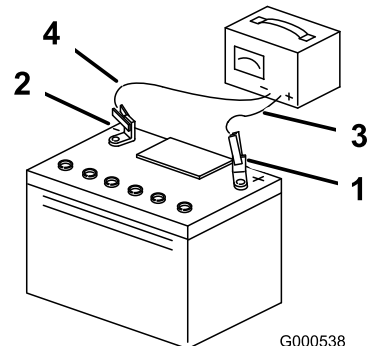

Figure 48
3. Quand la batterie est chargée au maximum, débranchez le chargeur de la prise, puis débranchez les fils du chargeur des bornes de la batterie (Figure 48).